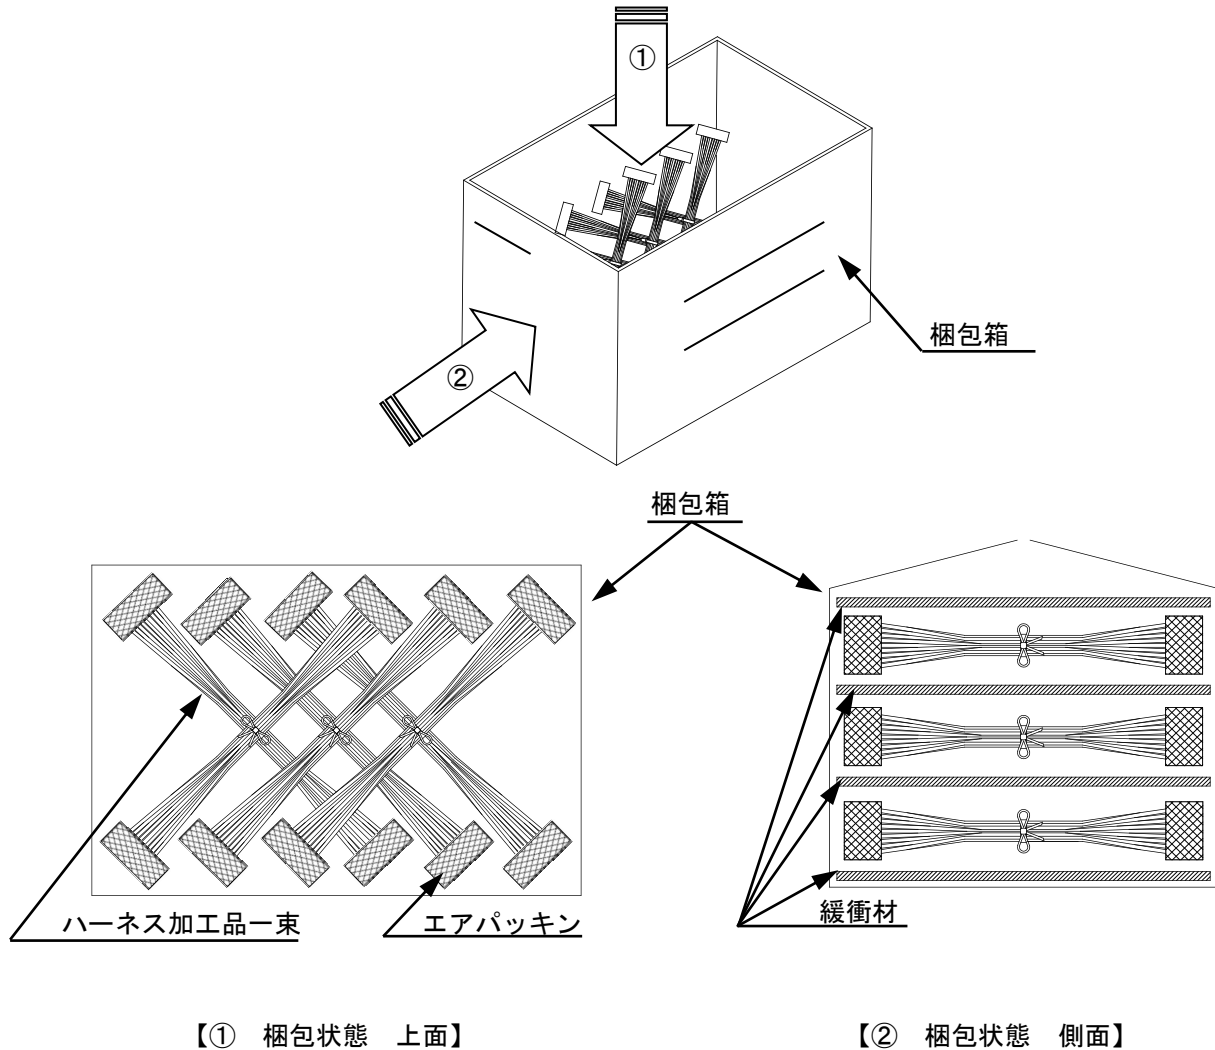

Fig.8-2 梱包状態図
尚、下図 (Fig.8-2) は推奨参考例ですが、ハーネス長が長いなどの理由で他の梱包方式で使用される場合にも段積みによる加重等の負荷がコネクタに長時間加わらない様ご配慮をお願い致します。
※ハーネス加工品の束を梱包箱に入れる際、積み重ねによる荷重等の負荷がコネクタに長時間加わらない様に、箱に合わせた形で製品を交互 (十字型) に重ね合わせてください。(Fig.8-2①)
※梱包箱底面には緩衝材等を敷いてください。また、段積みによる荷重等の負荷がコネクタに長時間加わらない様に、緩衝材を敷く等の御配慮をお願い致します。(Fig.8-2 ②)